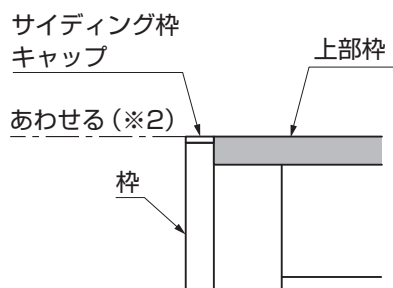

図6-8
- サイディング枠キャップと上部枠の上端(※2)をあわせてください。(図6-8参照)